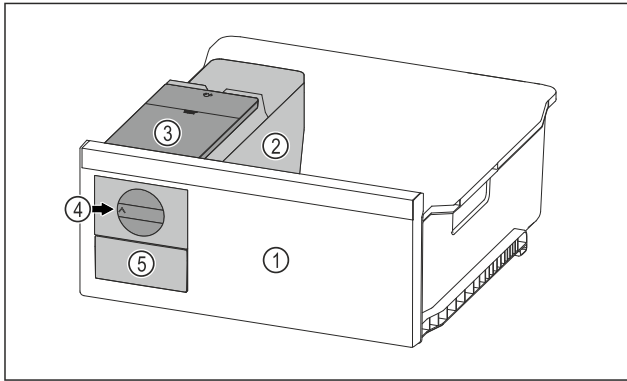

Fig. 123 Beispielfarbige Darstellung
- ▶ Drehknopf Fig. 123 (4) im Uhrzeigersinn bis zum Anschlag drehen.
- ▷ Eiswürfel fallen aus der Eiswürfelschale in das Eiswürfelschubfach Fig. 123 (5).